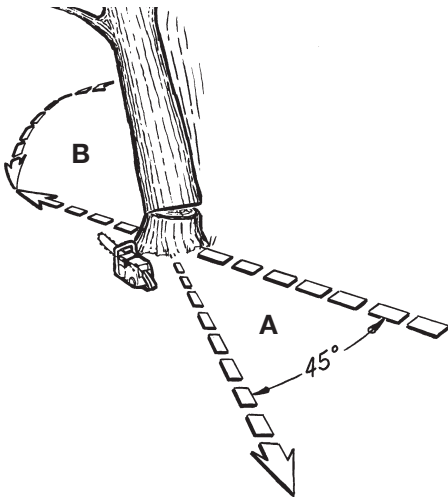

Fig. 12
**ADVERTENCIA:** Debe planearse una ruta de escape (A) antes de iniciar el corte. La ruta de escape debe establecerse hacia detrás y diagonalmente a la línea de caída esperada, como ilustra la Fig. 12.
**NOTA:** La dirección de caída (B) se controla por la mella. Antes de cualquier corte, considere la localización de las ramas más grandes y el apoyo natural del árbol para determinar en qué dirección caerá.
**ADVERTENCIA:** Cuando el corte se aproxime a la bisagra, el árbol comenzará a caerse. En ese momento debe retirar la sierra del corte, parar el motor, dejar la sierra en el suelo, y abandonar la zona siguiendo la ruta de escape (Fig. 12).